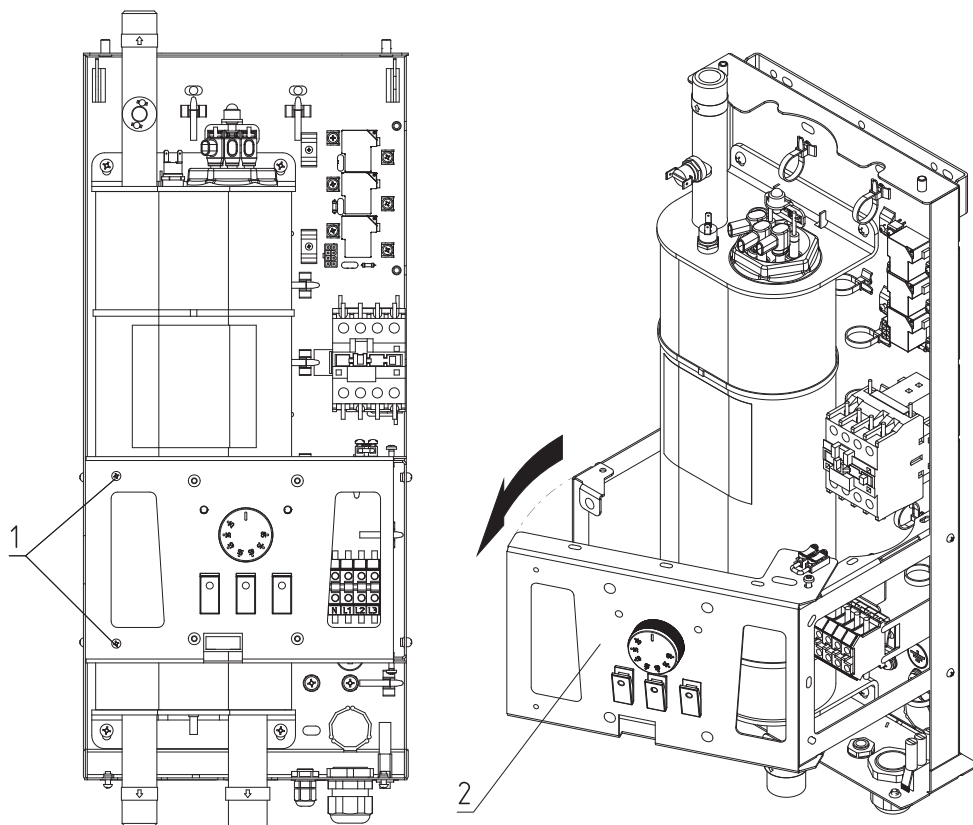

Рис. 7 Смещение кронштейна в сервисное положение
- 1 Шаг Выкрутить два винта крепления кронштейна (Рис. 7, поз.1);
- 2 Шаг Переместить кронштейн (Рис. 7, поз.2) в сервисное положение в соответствии с Рис. 7.
Внимание! Перемещайте кронштейн (Рис. 7, поз.1) без резких движений во избежание повреждения проводов и разъемов.